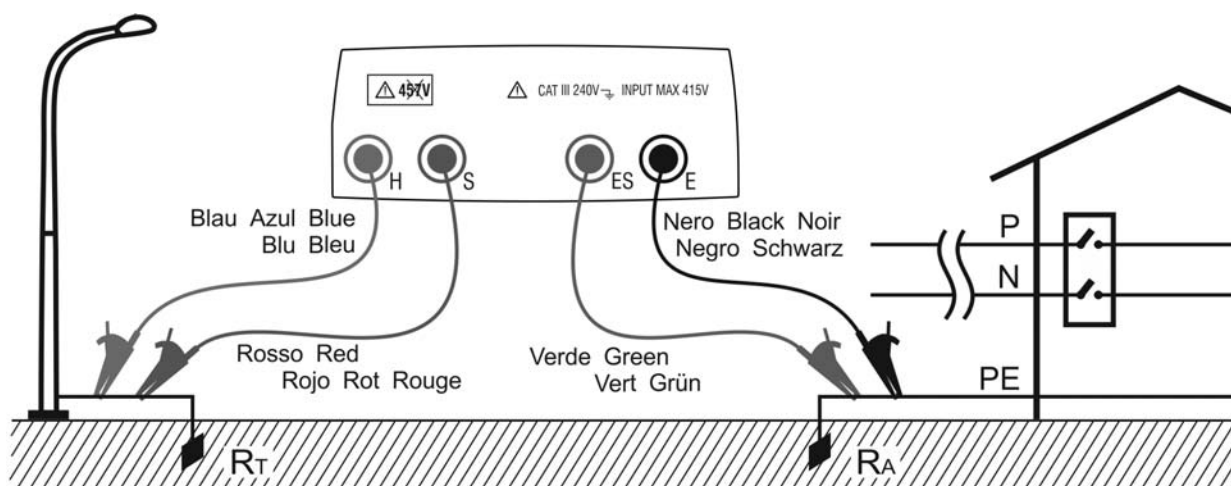

Fig. 4 : Mesure de résistance de terre à 2 fils à l'aide d'une électrode auxiliaire
L'instrument affichera comme résultat la valeur de la somme $R_A + R_T$ (voir Fig. 4 et Fig. 5). Donc, la mesure obtenue sera d'autant plus proche de la valeur R_A (valeur attendue) que plus sera négligeable la valeur de l'électrode de mise à la terre auxiliaire R_T par rapport à R_A . De plus, la mesure sera augmentée « au profit de la sécurité » du terme R_T , à savoir si la valeur $R_A + R_T$ résulte coordonnée avec les protections, elle l'est d'autant plus pour le simple terme R_A .
6. Connecter les crocodiles à l'électrode de mise à la terre auxiliaire et à l'installation sous test (voir Fig. 4 et Fig. 5).